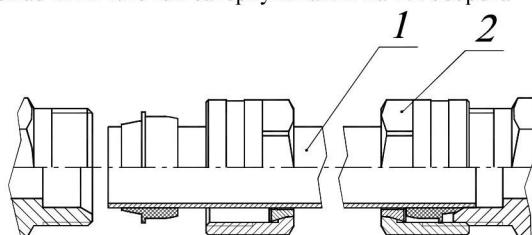

Рис.4. Соединение нагревательных элементов конвектора.
- 5.3 При помощи медных труб и обжимных фитингов из комплекта монтажных частей, соединить нагревательные элементы секций (рис.4). Для этого необходимо через отверстие в корпусе вставить трубы в патрубки нагревательных элементов, закрутить гайки рукой до упора, после этого гаечным ключом завернуть гайки на 1¼ оборота